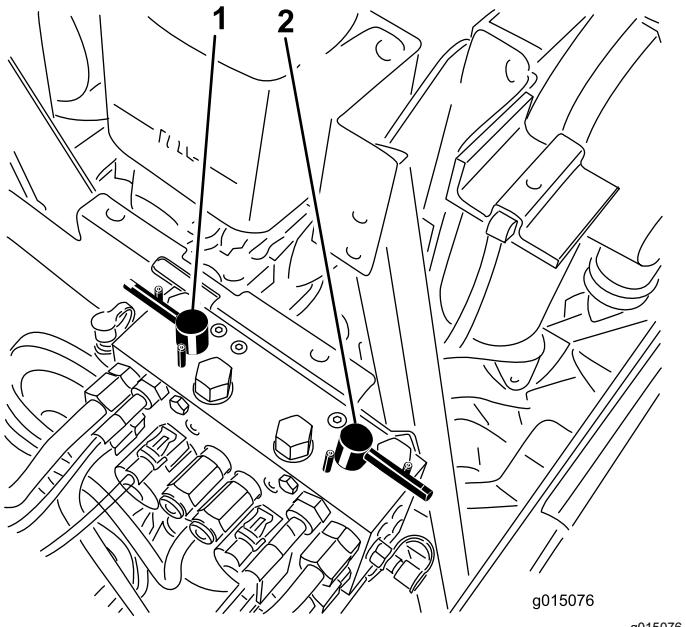

图 76
4. 选择前、后或同时两个倒磨控制杆确定哪个装置需要倒磨（图 76）。